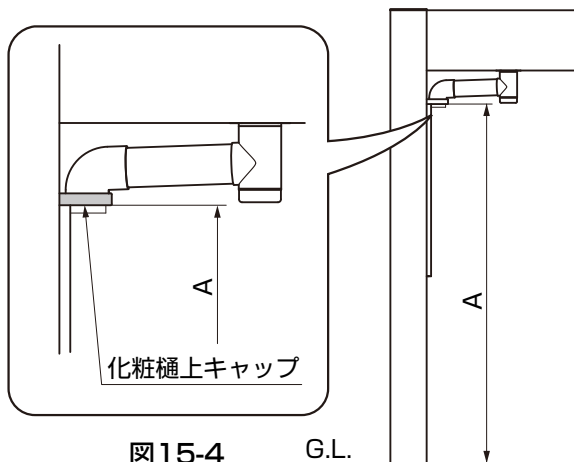

図15-4
- ① G.L.から化粧樋上キャップ下面までを実測してください。(図15-4参照)